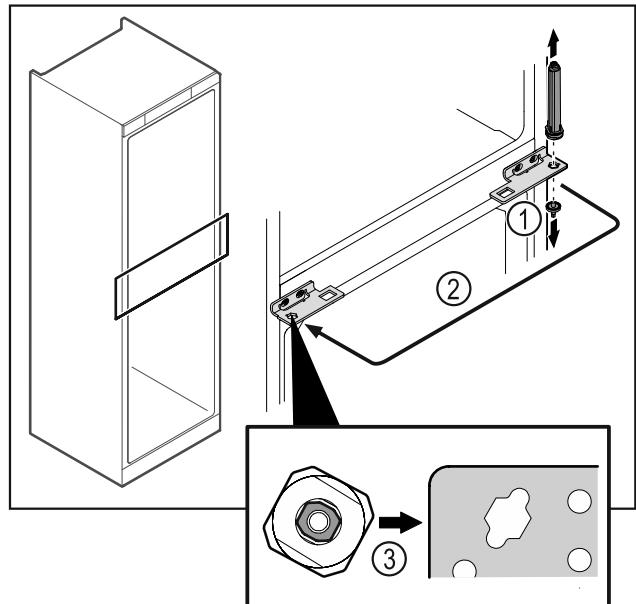

Fig. 49
- Открутите шарнирный палец Fig. 49 (1).
- Переставьте систему закрытия двери Fig. 49 (2).
- При установке следите за правильным выставлением системы закрытия двери Fig. 49 (3).